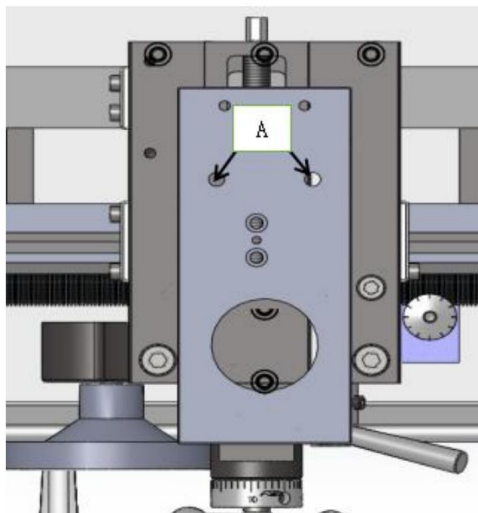

Fig. 36
2. Desserrez la vis moletée (B, Fig.36) et ouvrez la porte coulissante. doigts. (C, Fig.31) jusqu'à ce que la lunette puisse être déplacée avec son doigt autour de la pièce. Fixez la lunette en position.
Lubrifiez les deux orifices d'huile (A, Fig. 36) avec de l'huile machine 20W une fois par jour.